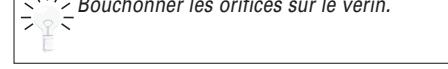

Fig. 122
• Dégager les canalisations hydrauliques (8) et (9) du groupe hydraulique (Fig.122).